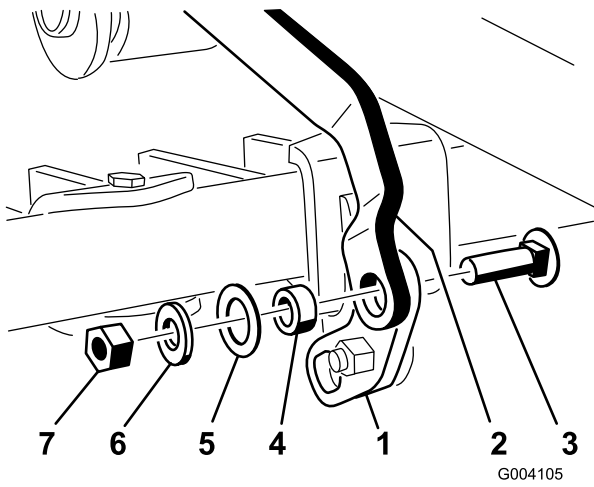

図 15
5. 昇降ペダル・アセンブリの「ひざ」を上向きに曲げた状態で、ピボット・タブの四角い穴をツール・バーのリンクの端部に入れ、キャリッジ・ボルト ((3/8 x 1-1/4 インチ))、スペーサ ((3/8 インチ))、ワッシャ (1 in)、ワッシャ (13/16 in) およびロックナット (3/8 in) で取り付ける (図 15)。